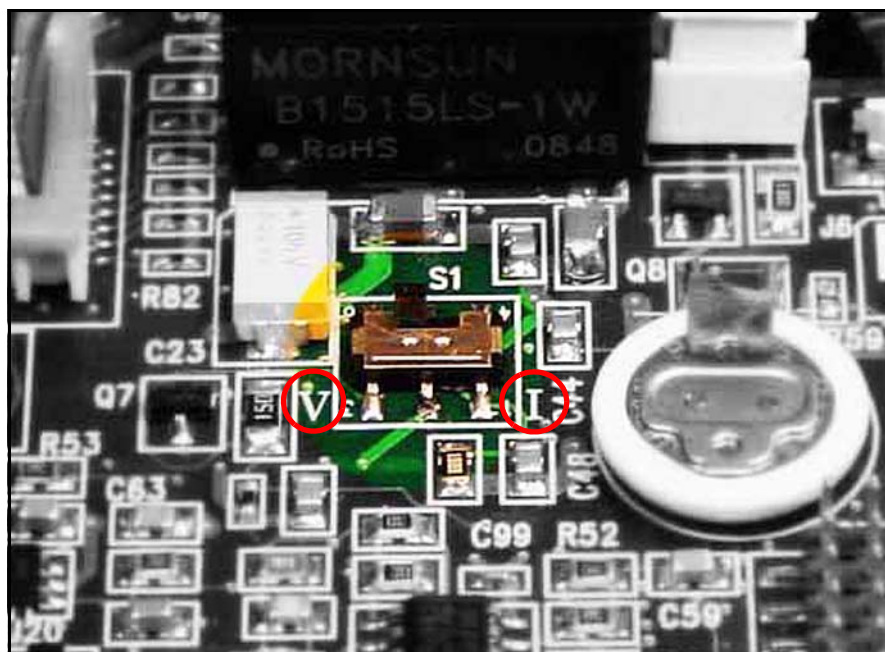

図 8：メイン PC ボード上の S1 スイッチ
S1 スイッチを確認またはリセットするには、以下の手順を完了します。(7 ページの図 8 を参照)
6. S1 スイッチの場所を確認します（下の図 8 の印をつけた箇所を参照）。